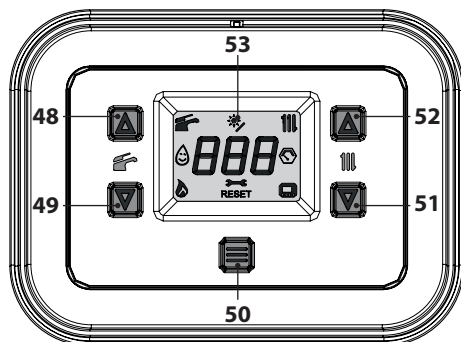

Figura 6.6
- Tenere premuto per 5 secondi il tasto 50 fino a far apparire sul display entrambe i simboli  e  Figura 6.6.
- Entrare in "modalità programmazione" premendo contemporaneamente per 5 secondi i tasti 49 e 51 (Figura 6.6) fino a far apparire sul display LCD le lettere **HiS** che indicano il menu "Storico delle caldaie" (Figura 6.8).
- Premere il tasto 50 (Figura 6.6) per attivare la funzione. Il display visualizzerà quanto segue (Figura 6.10 e Figura 6.11).
- tenere premuti contemporaneamente i tasti 49 e 51 per 5 sec. (Figura 6.6) (ritorno al livello precedente).
- Spegner la caldaia tenendo premuto per 5 secondi il tasto 50 (Figura 6.6) fino a far apparire sul display LCD il simbolo **— — —** (i trattini vengono accesi in sequenza per simulare uno scorrimento) (Figura 6.5).